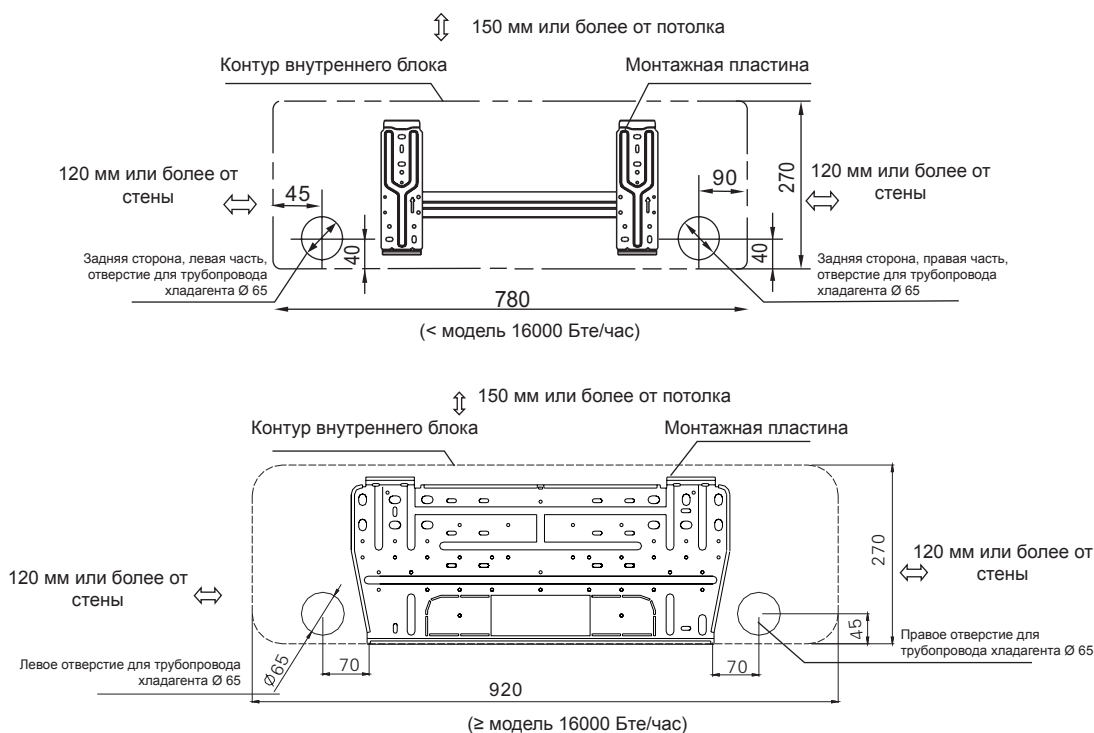

Рис. 5
1. Определите положение отверстия в соответствии со схемой на Рис. 5. Просверлите 1 (одно) отверстие ($\varnothing 65$ мм) с небольшим наклоном к наружной стороне.